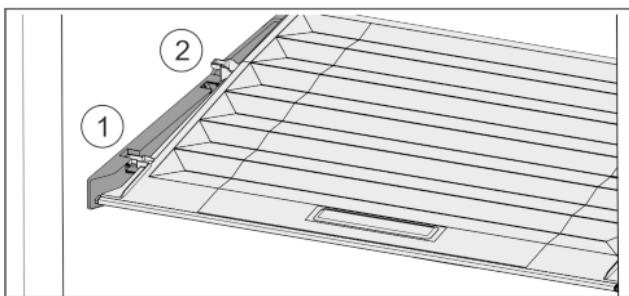

Fig. 35
- Издърпайте напред Fig. 35 (1) капака до отвора в задържащите части.
- Повдигнете го отзад отдолу и отстранете Fig. 35 (2) нагоре.